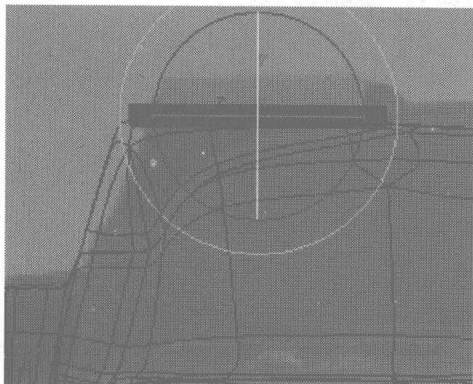
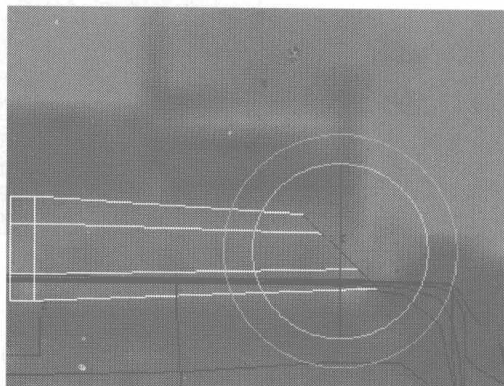

图 6.257
图 6.258
- 17** 切换为面编辑，在 Left 视图中选择如图 6.257 所示的面，用旋转工具在 Back 视图中将面适当旋转，如图 6.258 所示。